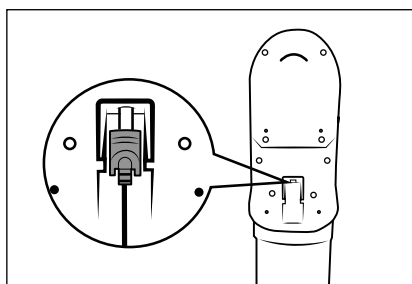

Bild 8
- Ladda upp batteriet ② igen så snart batteriindikatorn ②⑦ visar att batteriet ② har låg laddningsnivå.
- Dammsugaren stängs av kort efter att indikatorn visar att batteriet ② är helt urladdat.
- Dammsugaren kan också laddas upp direkt genom strömadaptern ⑩. Då skruvar du ut den ihåliga kontakten ⑪ ur vägghållaren ⑮ och sticker in den i dammsugarens laddningsuttag ③ i stället (se bild 8).